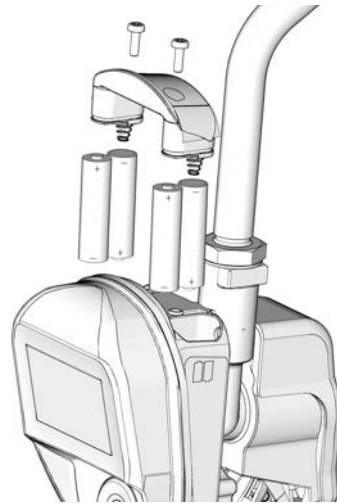

FIG. 78
- S'assurer de respecter la polarité correcte comme indiqué sur les étiquettes d'installation situées de chaque côté de la vanne de distribution de précision côté de la vanne de distribution en plaçant les piles dans le compartiment (Fig. 78).
4. Installer 4 nouvelles piles. Le sens d'installation des piles est indiqué sur les étiquettes de chaque côté du boîtier et sur la Fig. 78 .